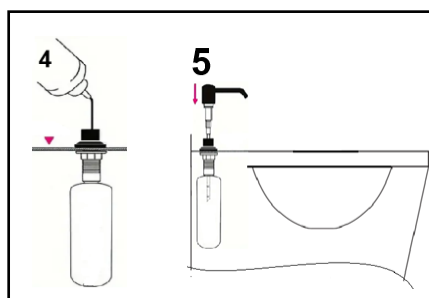

Fig.11
- Giet vloeibare zeep in de fles, steek het "platte uiteinde" van de pompslang/het slangetje in de pomp en steek de dispenserset in de fles (afb.11).